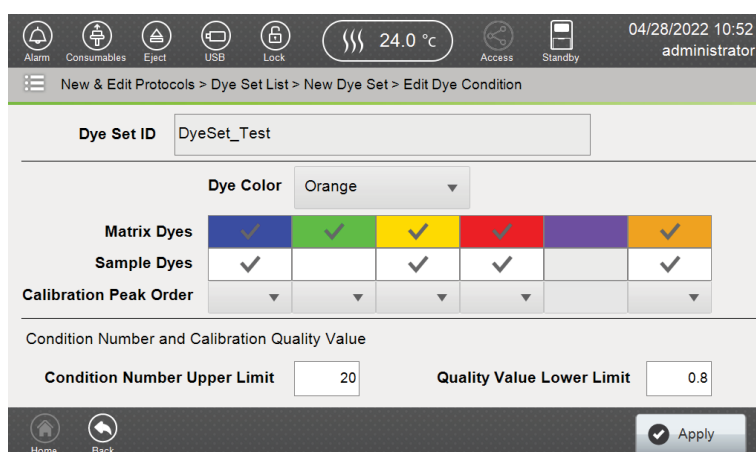

図 145 Edit Dye Condition 画面での色素の選択
5. Spectral Calibration 用に使用される Matrix Dyes の行の色素を選択します。（図 145）